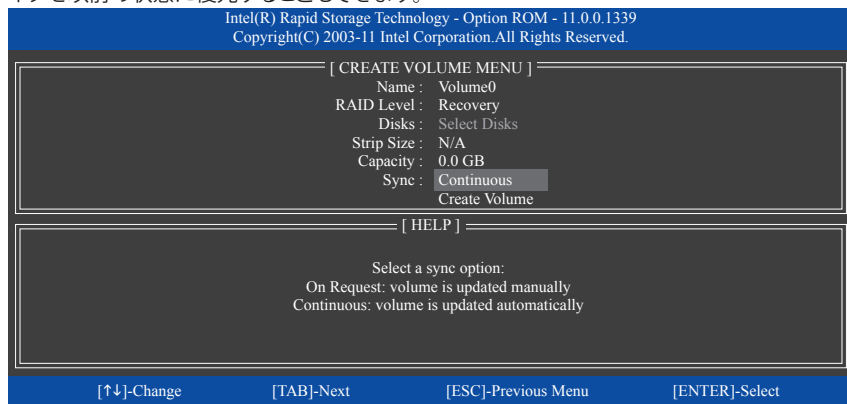

図 11
**Sync** の項目を、**Continuous** または **On Request** を選択します (図 11)。**Continuous** に設定されているとき、両方のハードドライブがシステムの取り付けられていれば、マスタドライブのデータを変更するとその変更はリカバリドライブに自動的にかつ連続してコピーされます。**On Request** では、オペレーティングシステムの Intel Rapid Storage Technology ユーティリティを使用してマスタドライブからリカバリドライブに手動でデータを更新できます。**On Request** では、マスタドライブを以前の状態に復元することもできます。